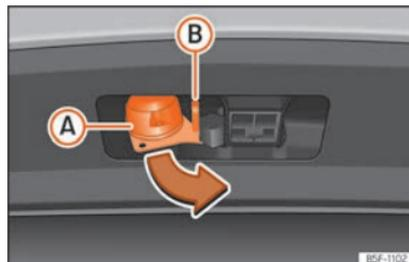

Fig. 177 Rodar o conector de 13 contactos
- Segure no conector pela zona (A) e retire-o no sentido da seta » Fig. 177.
- Abra a tampa do conector (A) e ligue o reboque » Fig. 177.
- Engate o cabo de retenção do reboque no olhal de segurança » Fig. 177 (B). Ao engatá-lo, o cabo de retenção deve **fletir** em todas as posições do reboque face ao veículo [curvas pronunciadas, marcha-atrás, etc.].